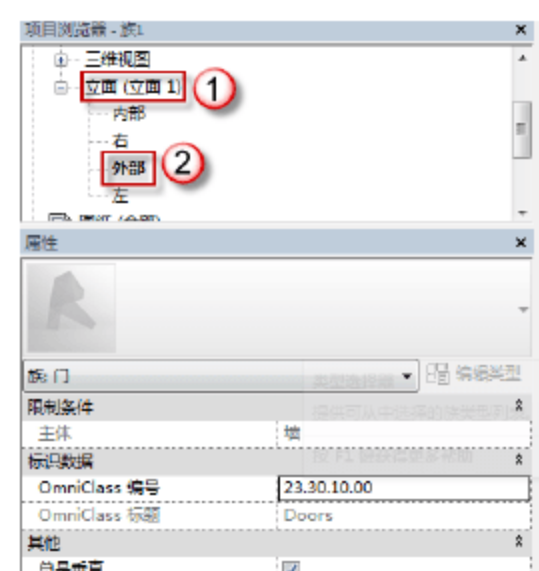

图 6.3.7 MC2430 的外部立面视图
(6) 选择“项目浏览器”中的“立面（立面1）”→“外部”选项，可以进入 MC2430 的外部立面视图，如图 6.3.7 所示。